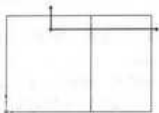

图 2-7 绘制草图 3
(8) 移动鼠标指针到图形区域中选取上述绘制实体的上表面, 单击  (草图绘制) 工具进行草图 3 的绘制。使用  (直线) 工具绘制出如图 2-7 所示的草图。注意: 此草图不能与上述绘制的实体边线有任何几何关系, 不然的话将会影响后面的操作。
(9) 单击特征工具栏中的  (拉伸切除) 工具, 在“终止条件”选项框中选择“完全